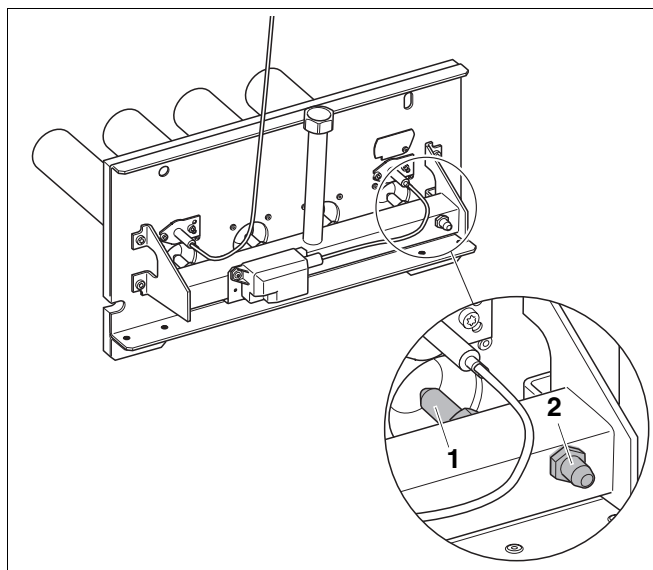

Abb. 49 Hauptgasdüsen austauschen
- Hauptgasdüsen (Abb. 49, **Pos. 1**) gegen die Hauptgasdüsen der neuen Gasart austauschen. Dabei neue Dichtungen einlegen.
- Verschlusschraube des Messnippels (Abb. 49, **Pos. 2**) am Gasverteilerrohr zwei Umdrehungen lösen und Messschlauch des U-Rohr-Manometers aufstecken.